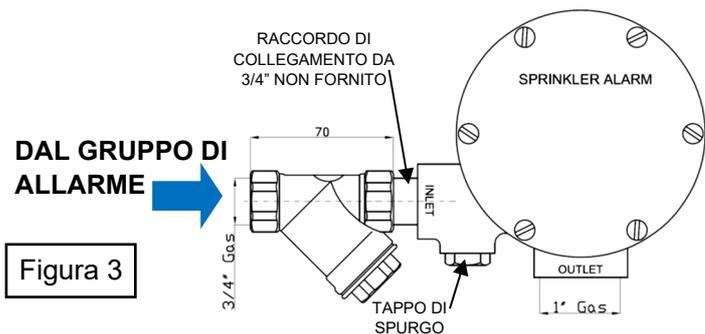
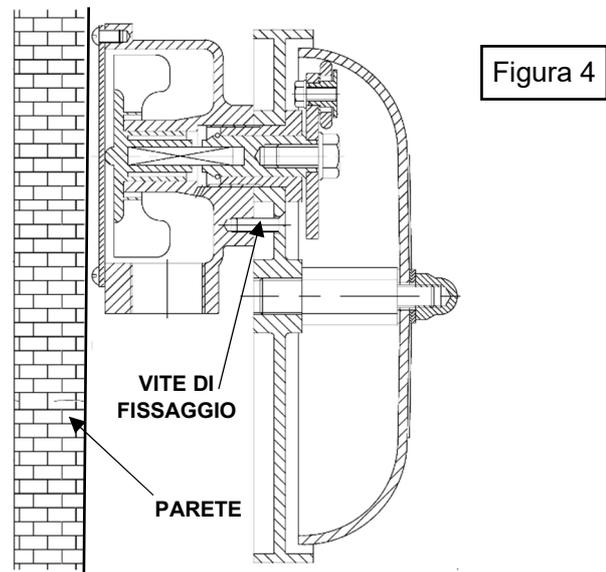

Figura 3
Figura 4
La posizione consigliata del motore idraulico sulla parete è quella di avere l'ingresso da 3/4" "INLET" a ore 9 e l'uscita filettata 1" a ore 6 (verso il basso) come da Figura 3.
2. Posizionare all'esterno il motore idraulico e collegarlo lateralmente (lato filtro) al tubo da 3/4" in modo che l'uscita (OUTLET) risulti rivolta verso il basso come da schema (Figura 3)
3. Tagliare l'albero di trasmissione a sede quadra (19) alla misura di 45mm ed inserirlo nell'apposita sede posta nella parte frontale del motore idraulico
4. Rimuovere il Gong (7) svitando il dado (10)
5. Rimuovere l'adattatore (25) dal corpo di protezione (6)
6. Fissare il corpo di protezione (6) direttamente sul motore idraulico (1) verificando che la porzione di albero precedentemente tagliata sia in sede da ambo le parti (figura 4)
7. Bloccare il tutto stabilmente mediante vite M6 a testa svasata (NON FORNITA) VEDI SCHEMA SOTTO (figura 4)